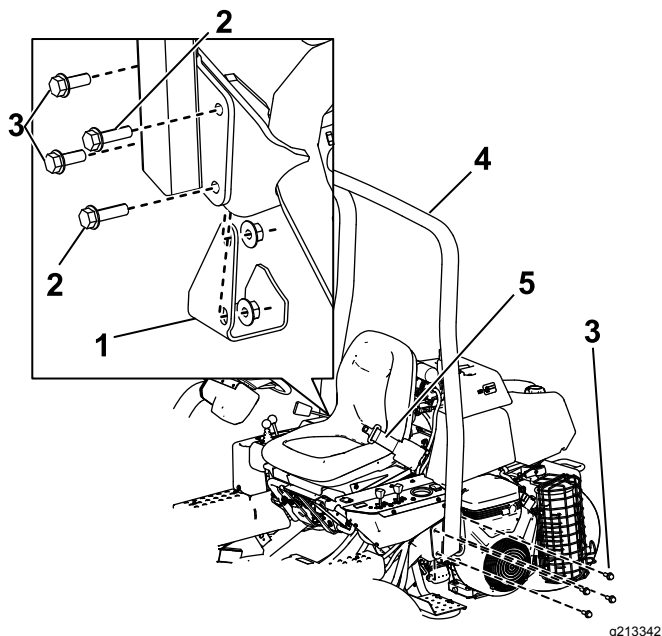

Bild 6
- Senken Sie den Überrollbügel (Bild 6) auf die Befestigungshalterungen ab. Fluchten Sie die Befestigungslöcher aus.
- Befestigen Sie die linke Seite des Überrollbügels mit vier Schrauben (1/2" x 1 1/2") und Sicherungsmuttern an der Befestigungshalterung (Bild 6).
- Befestigen Sie die rechte Seite des Überrollbügels und das vorher entfernte Steckpolster mit zwei Schrauben (1/2" x 1 1/2"), zwei Schrauben (1/2" x 1 3/4") und Sicherungsmuttern an der Befestigungshalterung, wie in Bild 6 abgebildet.